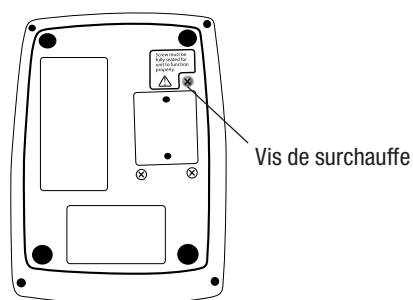

Fig. 3 : Vis de surchauffe de l'appareil de réchauffement Ranger
7. Desserrez la vis de surchauffe en dessous de l'appareil de réchauffement Ranger (voir la figure 3). Un léger déclic se fait entendre lorsque le microcontact s'ouvre. **Desserrez d'1/2 tour de plus.** Cet appareil est maintenant en mode de test de surchauffe et la température de sortie de l'appareil devrait commencer à monter. Lorsque l'affichage indique 43 °C, vérifiez qu'une alarme sonore retentit, que le voyant d'alarme s'allume et que l'affichage clignote et indique alternativement « HI » (« HAUT ») et la température des plaques.